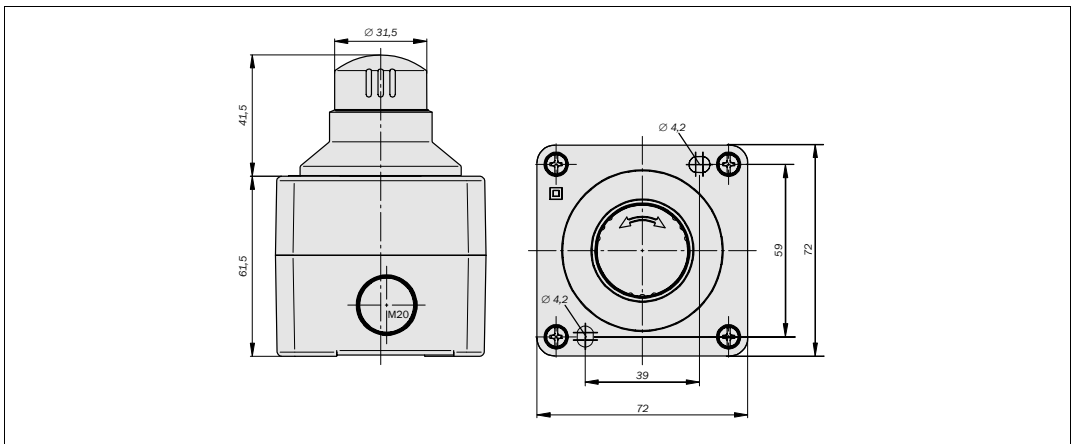

Fig. 4: Croquis de dimensiones de la versión de montaje superficie (mm)
- Monte la parte inferior de la carcasa o el suelo de la misma sobre una superficie plana. Los orificios de montaje del suelo de la carcasa tienen un diámetro de 4,2 mm con una distancia entre ellos de 59 x 39 mm (véase la Fig. 4). Estas indicaciones de medidas también pueden encontrarse en el suelo de la carcasa.